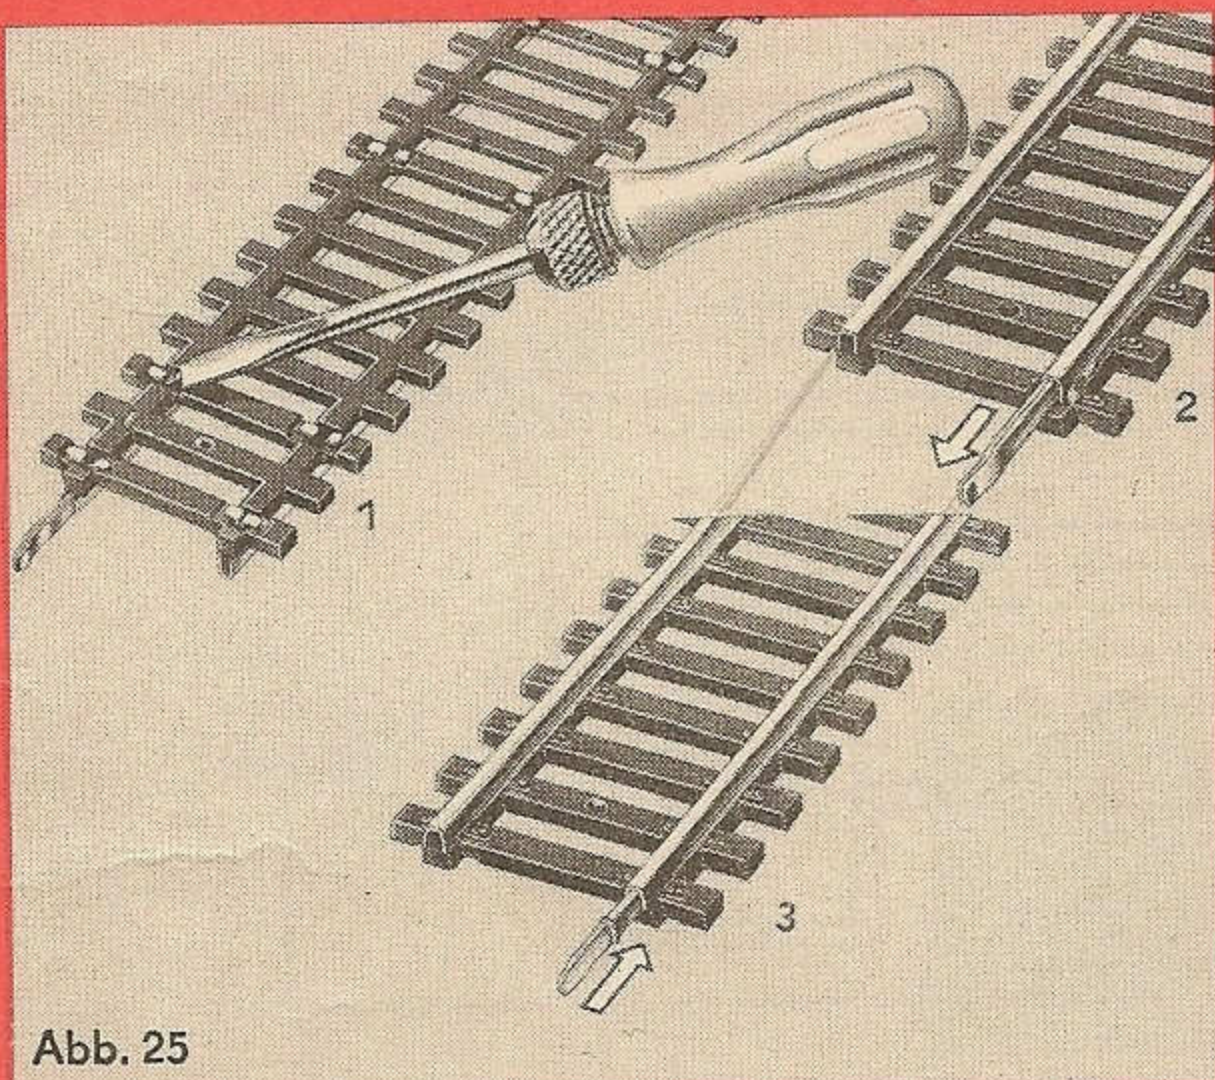
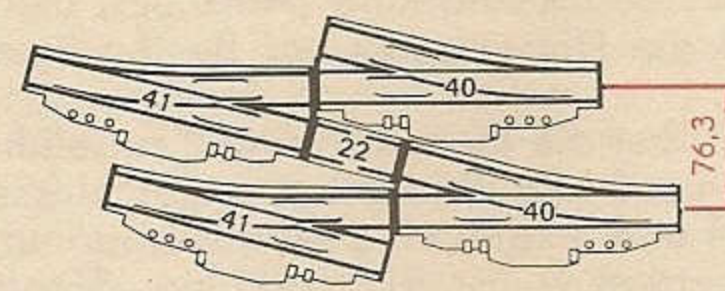

Abb. 25
Abb. 26
Der Isolierschienenverbinder ermöglicht es, auch auf kleinen Modellbahnanlagen abschaltbare Gleisabschnitte vorzusehen (z. B. Gleispläne 19, 20, 21). Da auf Kleinanlagen der größte Teil der zur Verfügung stehenden Strecken in Gleisbögen liegt, war es bisher schwer, Trennstrecken mit dem Trenngleis (23) einzubauen. Signale mit Zugbeeinflussung konnten deshalb nicht aufgestellt werden. Für jede Trennstrecke benötigt man zwei Trenngleise, die in den kurzen geraden Strecken nicht unterzubringen sind, im Gleisbogen aber zu einer gänzlich anderen Streckenführung zwingen. Mit dem Isolierschienenverbinder können jetzt auch im Gleisbogen Trennstrecken vorgesehen werden (Abb. 28). Auch bei anderen Gleisentwicklungen kann der Isolierschienenverbinder vorteilhaft und platzsparend eingesetzt werden (Abb. 26, 27). In Abb. 25 ist der Austausch eines Schienenverbinders gegen einen Isolier-Schienenverbinder dargestellt.